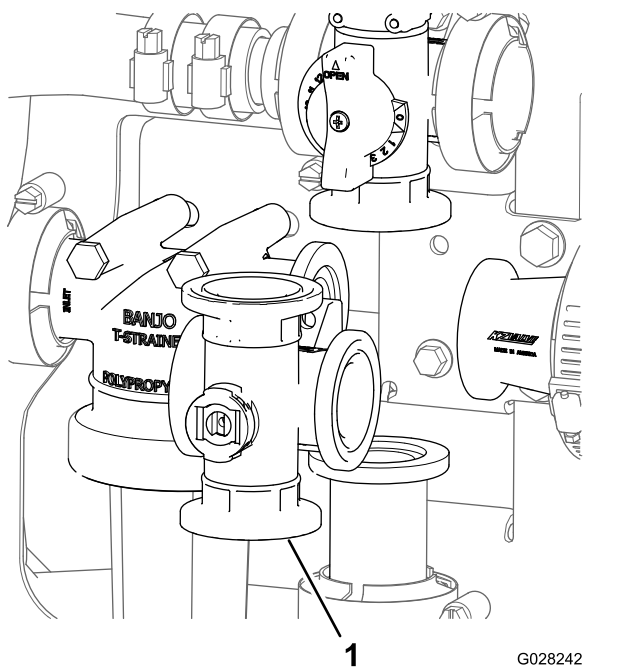

Рисунок 79
2. Снимите коллектор клапана перемешивания с машины (Рисунок 79).